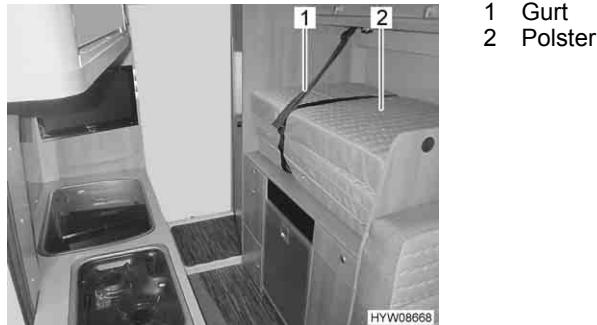

Bild 33 Polster mit Gurt gesichert
- Die Polster (Bild 33,2) wie dargestellt aufeinander stapeln.
- Gestapelte Polster mit Gurt (Bild 33,1) sichern.